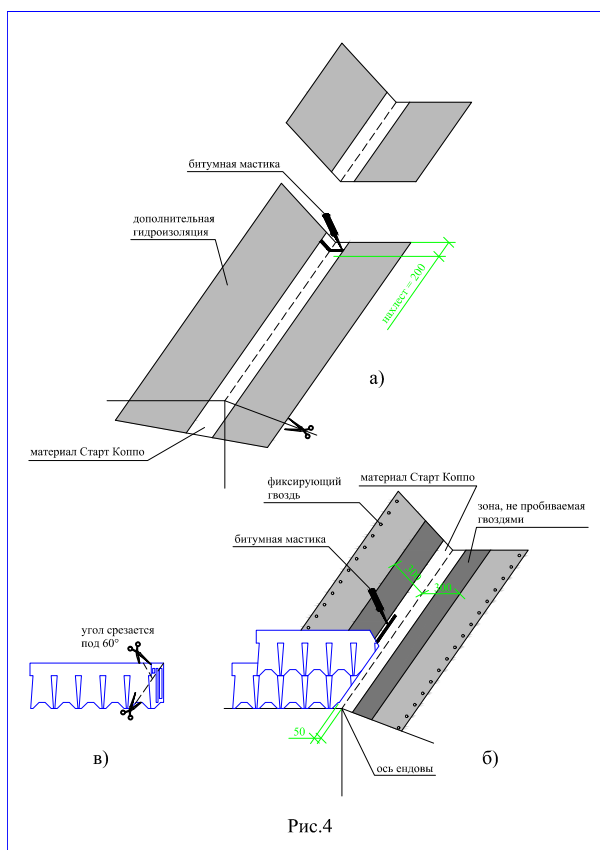

Рис.4
- далее непосредственно на материал «Старт Коппо» укладываются листы черепицы, обрезанные в соответствии с заранее отбитыми линиями (рис. 4)
1. Необходимо также подрезать верхний уголок обрезанного края листа (рис. 4) для правильного стока воды;
2. Крепление обрезанного листа черепицы к материалу «Старт Коппо» осуществляется при помощи сплошной полосы битумной мастики (рис. 4);